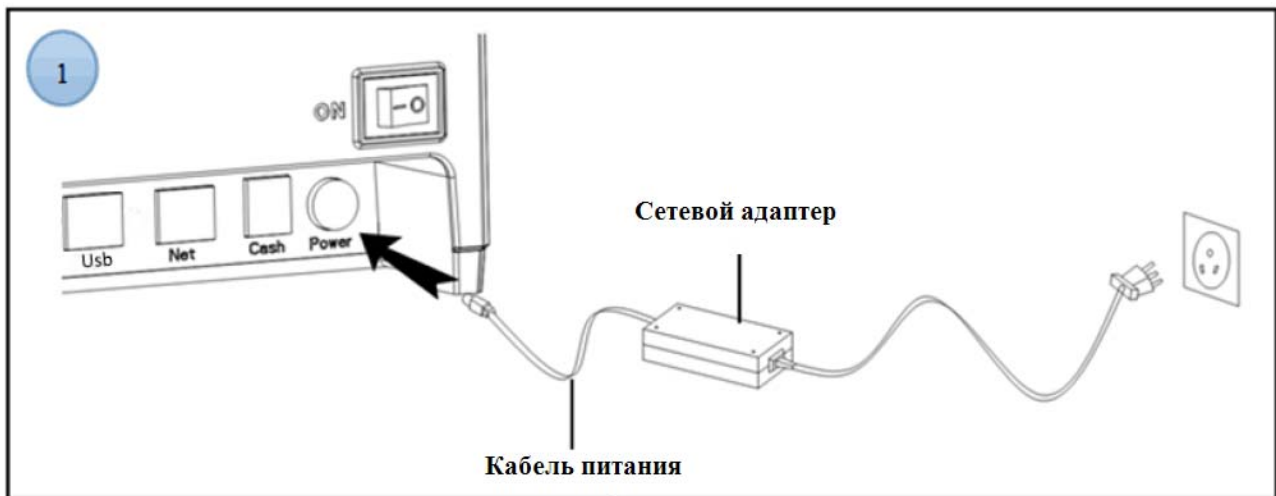

Рисунок 2.1 – Подключение ККТ
2.4.1. Подключение ККТ следует осуществлять в следующей последовательности (рисунок 2.1):